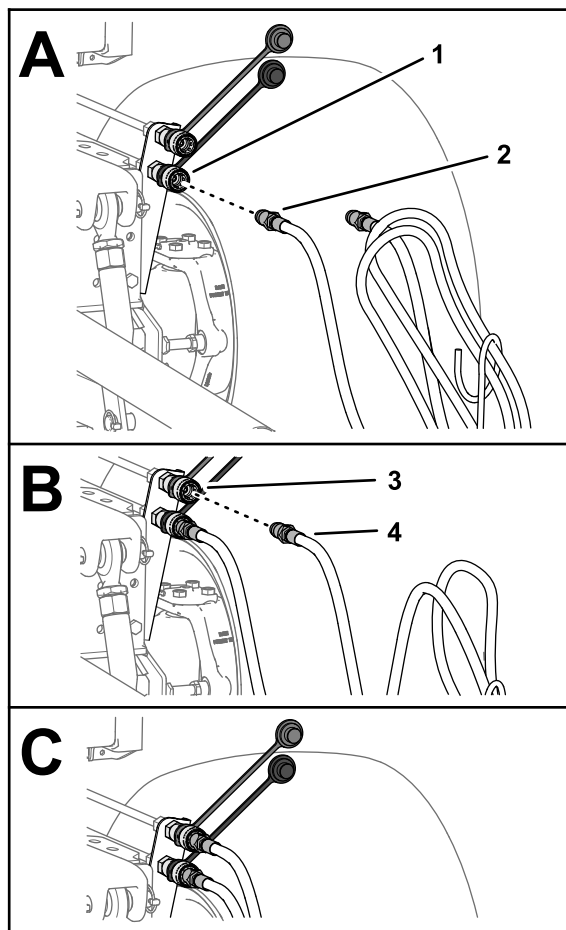

Figure 31
7. Branchez le raccord rapide du flexible de déploiement de l'accessoire sur le raccord rapide du circuit de déploiement (**Figure 31**).
8. Branchez le raccord rapide du flexible de rétraction de l'accessoire au raccord rapide du circuit de rétraction (**Figure 31**).